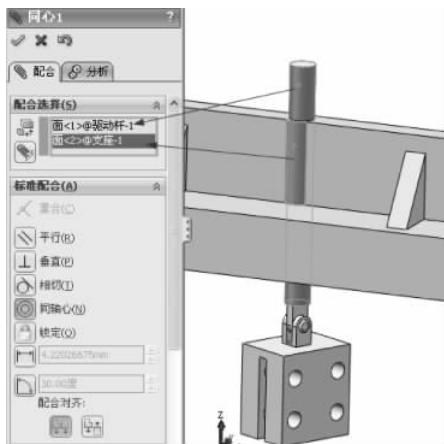

图 3-99 同轴心配合
(2) 单击【装配体】工具栏中的【配合】按钮 , 弹出【配合】的属性设置。在【标准配合】选项组下选择【同轴心】配合类型 , 单击【配合选择】选项组下的选择框, 然后在图形区域中选择支座中间的轴承孔表面和驱动杆轴的外圆面, 其他保持默认, 如图 3-99 所示, 单击【确定】按钮 , 完成同轴心的配合。